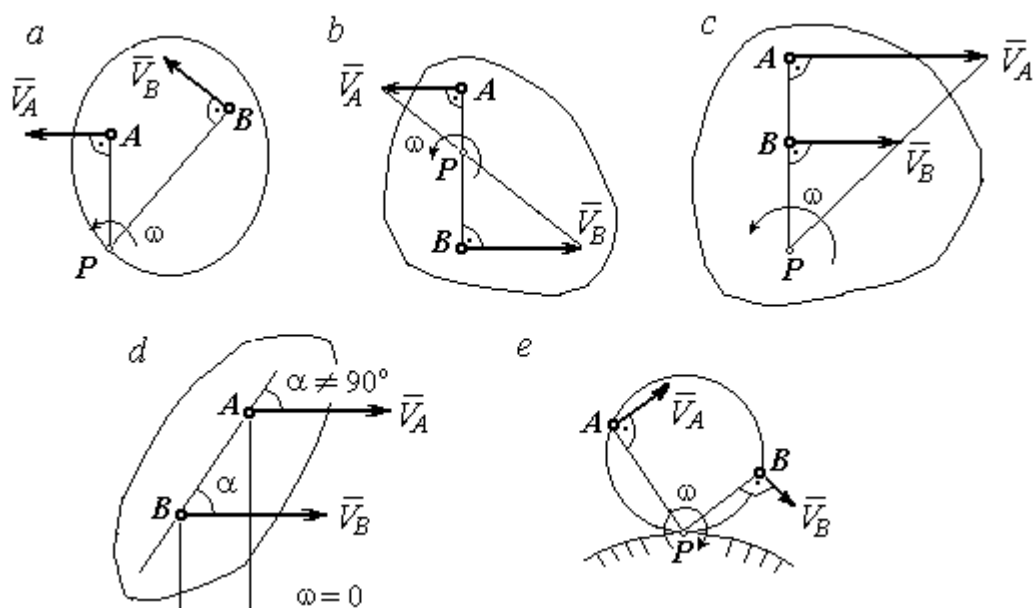

Рис. 2.1. Способы построения мгновенного центра скоростей
1. Если известны направления скоростей \vec{V}_A и \vec{V}_B каких-нибудь двух точек A и B плоской фигуры, то мгновенный центр скоростей находится в точке пересечения перпендикуляров, восстановленных из этих точек к векторам скоростей (рис. 2.1, *a*).
2. Если скорости \vec{V}_A и \vec{V}_B двух точек A и B плоской фигуры известны и параллельны друг другу, а линия AB перпендикулярна \vec{V}_A (и, конечно, \vec{V}_B), то мгновенный центр скоростей определяется как точка пересечения линий, проведенных через основания и вершины векторов скоростей (построение показано на рис. 2.1, *b, c*).
3. Если скорости \vec{V}_A и \vec{V}_B двух точек A и B параллельны друг другу, но линия AB , соединяющая эти точки, не перпендикулярна векторам скоростей (рис. 2.1, *d*), то мгновенная угловая скорость тела равна нулю и движение тела
4. Если плоскопараллельное движение осуществляется путем качения без скольжения одного тела по неподвижной поверхности другого, то мгновенный центр скоростей расположен в точке касания катящегося тела с неподвижной поверхностью (рис. 2.1, e).